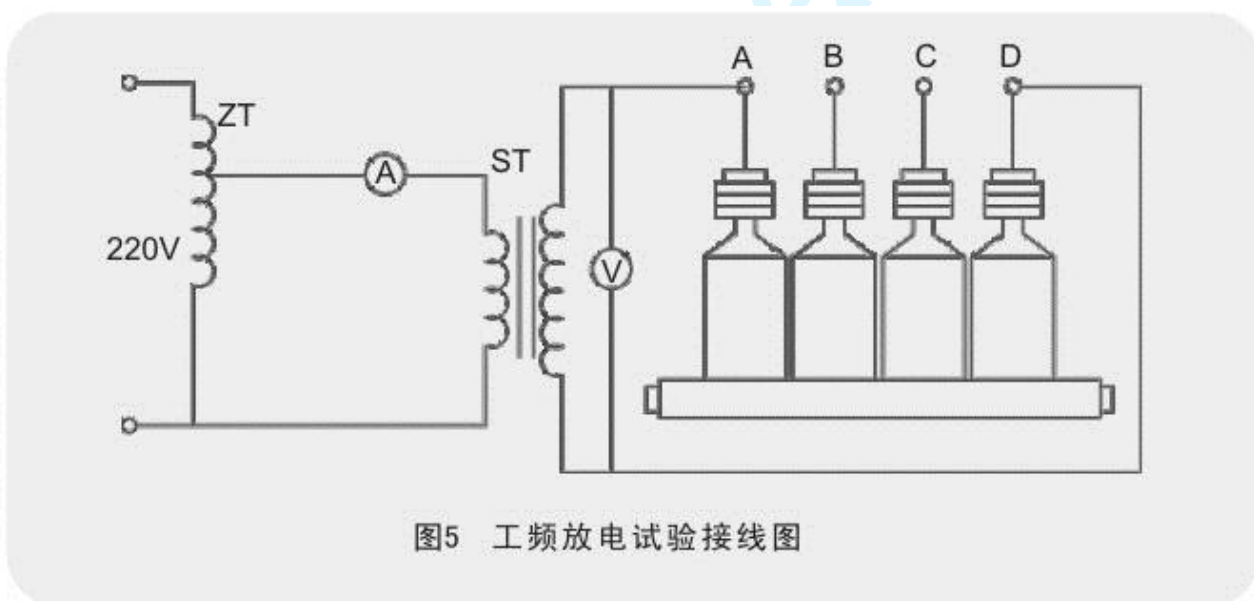

图5 工频放电试验接线图
3) 对于 SH2 系列串联间隙组合式过电压保护器，应进行工频放电电压试验，试验接线如图 5 所示。ST 为试验变压器，V 为高压电压表，A 为安培表